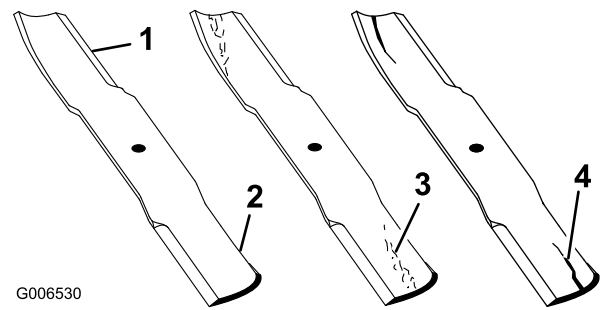

Bild 25
4. Prüfen Sie die Schnittkanten des Messers sorgfältig, insbesondere dort, wo die geraden Flächen die gebogenen berühren (Bild 25).
Hinweis: Da Sand und anderes reibendes Material das Metall abschleifen kann, das die flachen mit den gebogenen Teilen verbindet, müssen Sie das Messer vor jedem Einsatz der Maschine prüfen. Tauschen Sie das Messer aus, wenn Sie eine Abnutzung feststellen (Bild 25); siehe Entfernen des Schnittmessers“.
Wenn sich das Messer abwetzen kann, bildet sich ein Schlitz zwischen dem Windflügel und dem flachen Teil des Messers (Bild 25). Zuletzt kann sich ein Stück des Messers lösen und aus dem Gehäuse herausgeschleudert werden. Das kann zu schweren Verletzungen bei Ihnen selbst und Unbeteiligten führen.